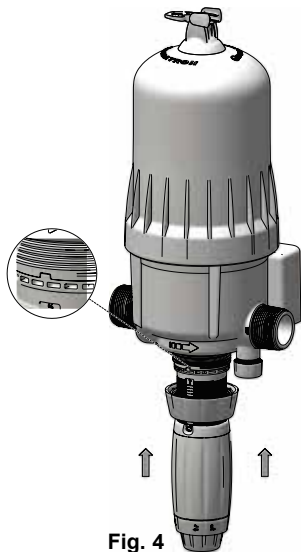

Fig. 4
- Insérer la chemise dans le corps de pompe en prenant soin d'aligner les ergots de centrage (Fig.4). Si besoin, afin de mieux visualiser les ergots, dévisser l'écrou de réglage du dosage jusqu'au milieu de sa course